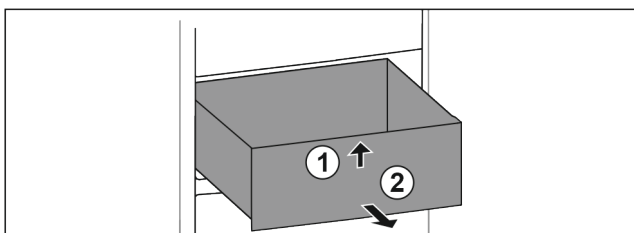

Fig. 64
- ▶ Nadvihnite zásuvku vpredu. Fig. 64 (1)
- ▶ Odoberte zásuvku dopredu. Fig. 64 (2)